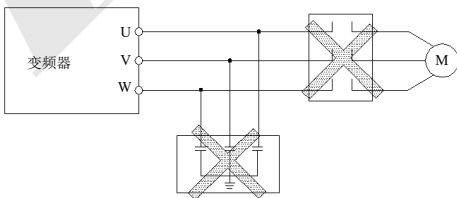

图 3-3 变频器与电机之间禁止使用接触器和吸收电容
- (1) 接线前，确保已完全切断电源 10 分钟以上，否则有触电危险。
- (2) 严禁将电源线与变频器的输出端 U、V、W 连接。
- (3) 变频器本身机内存在漏电流，中大功率变频器整机的漏电流大于 5mA，为保证安全，变频器和电机必须安全接地，接地线一般线径为 3.5mm^2 以上铜线，接地电阻小于 10Ω 。
- (4) 变频器出厂前已通过耐压试验，用户不可再对变频器进行耐压试验。
- (5) 变频器与电机之间不可加装电磁接触器和吸收电容或其它阻容吸收装置，如图 3-3。
- (6) 为提供输入侧过电流保护和停电维护的方便，变频器应通过中间继电器与电源相连。
- (7) 继电器输入及输出回路的接线 (X1~X5、OC、FWD、REV)，应选用 0.75mm^2 以上的绞合线或屏蔽线，屏蔽层一端悬空另一端与变频器的接地端子 $\oplus$ 相连，接线长度小于 20m。